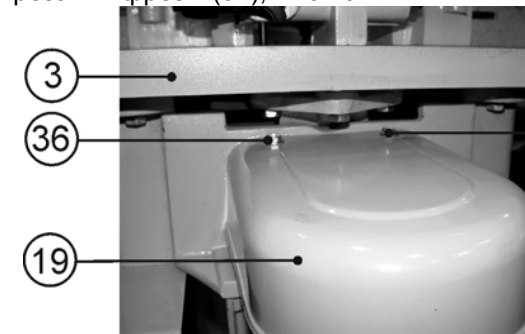

Рис.11
9.1.1. Открутите два болта (36). Снимите защитный кожух (19), Рис.11.